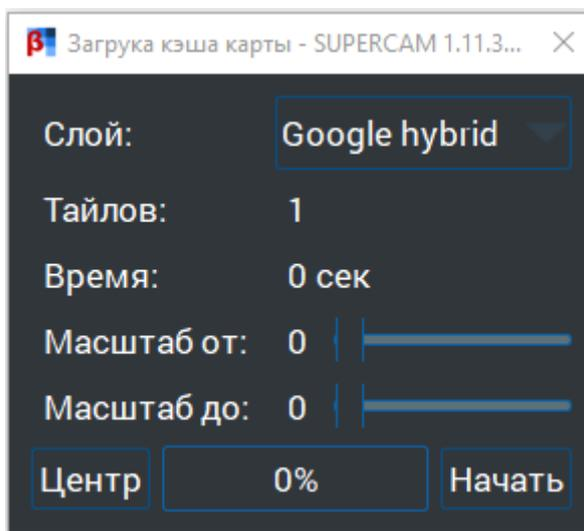

Рисунок 22 – Окно «Загрузка кэш карт»
8.2.3. «Загрузка кэш карт» (рис. 22) – загрузка выбранной карты и/или слоя при наличии соединения с сетью Интернет. Выбор загружаемого участка производится путем перемещения области загрузки нажатием левой кнопкой мыши (ЛКМ) на центральную точку. Площадь загружаемой карты изменяется путем нажатия ЛКМ на точку периметра и перемещения в пределах экрана.